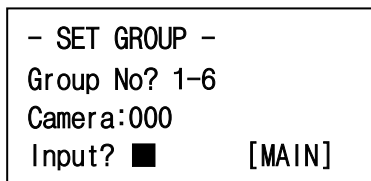

図3-20
**Tour 設定モード:** Set key → Tour key(図3-20)